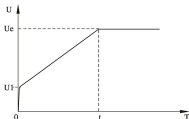

图5.4
- 代码P8设为1时为电压启动模式。图5.4给出了电压斜坡启动的输出电压波形。其中 U_1 为启动时的起始电压值。当电机启动时，在电机电流不超过额定值400%的范围内，软启动器的输出电压迅速上升至 U_1 ，然后输出电压按所设定的启动参数逐渐上升，电动机随着电压的上升不断平滑加速，当电压达到额定电压 U_e 时，电机达到额定转速，旁路接触器吸合，启动过程完成。